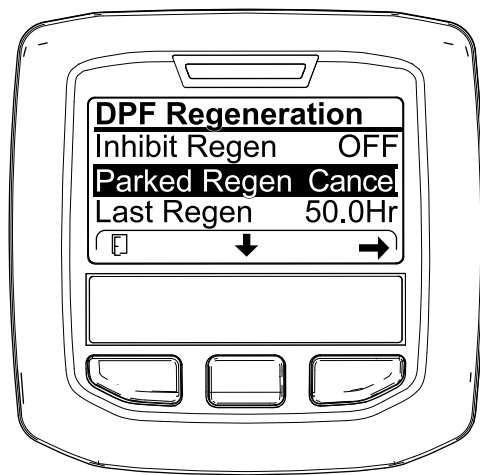
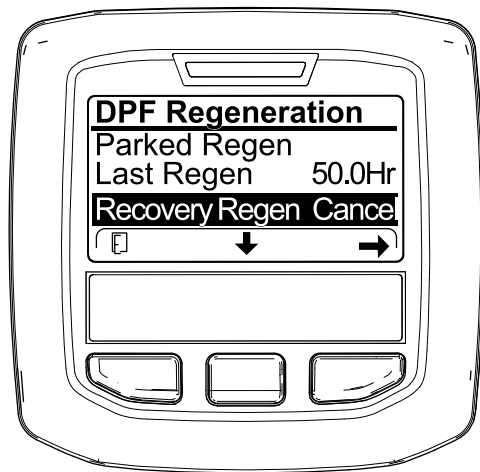

Bild 63
Bild 64
1. Zugreifen auf das Menü für die Regenerierung des Dieselpartikelfilters (Bild 63)
2. Drücken Sie die mittlere Taste, um auf die Option PARKED REGEN. CANCEL (Bild 63) oder RECOVERY REGEN. CANCEL zu navigieren (Bild 64).
3. Drücken Sie die rechte Taste, um den Eintrag „Regen. Cancel“ auszuwählen (Bild 63 oder Bild 64).